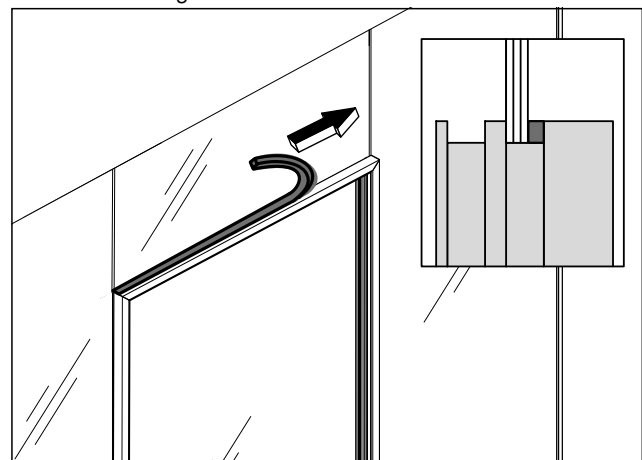

Abb. 29 Moosgummidichtung am Oberlicht anbringen
4. In die Fuge zwischen dem Akustikelementrahmen und dem Oberlicht über die gesamte Länge ein passend zugeschnittenes Stück der Moosgummi-dichtung eindrücken. Sicherstellen, dass die Moosgummidichtung bündig am Akustikelementrahmen anliegt (Abb. 29).